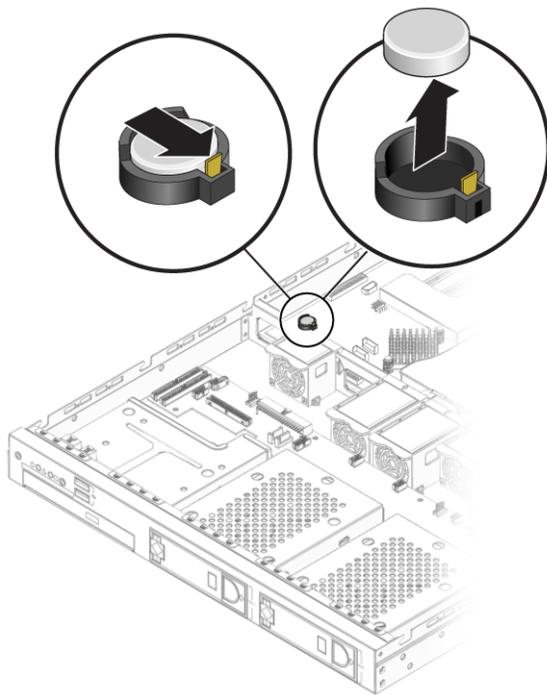

图 4-28 拆卸系统电池
2. 将电池向后滑动，并从电池座中撬起电池，然后取出系统电池（有关电池位置，请参见图 4-28）。